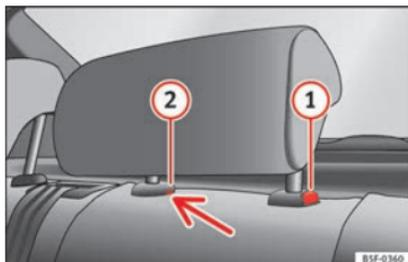

Fig. 142 Appui-tête central arrière : point de déverrouillage.
- Appuyez sur la touche **1** » **fig. 142**, en appuyant en même temps sur l'orifice de sécurité **2** » **fig. 142** avec un tournevis plat de 5 mm de largeur maximum et retirez l'appui-tête.